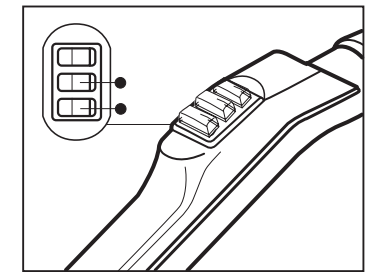
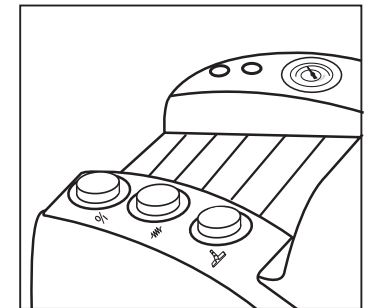

Fig. 13
Fig. 14
Per arrestare l'apparecchio spegnere gli interruttori di comando vapore e aspirazione posti sull'impugnatura (Fig. 13); spegnere gli interruttori posti sull'apparecchio (Fig. 14) e scollegare la spina dalla presa di corrente.
Para parar o aparelho desligar os interruptores de comando vapor e aspiração colocados na empunhadura (21) (Fig. 14); desligar os interruptores colocados no aparelho (Fig. 15) e desconectar a ficha da tomada de corrente.